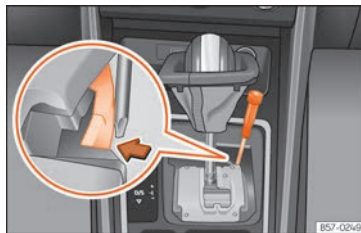

Abb. 104 Wählhebel: Notentriegelung aus der Parkstellung
- Drücken Sie seitlich mit Hilfe der flachen Seite des Schraubendrehers auf die gelbe Taste und halten Sie sie gedrückt »» (Abb. 104).